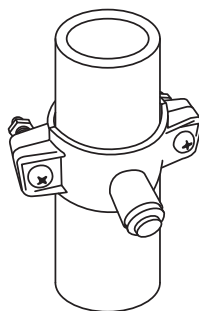

Рис. 16
- 5.6.3. Вставьте пластиковую трубку в соединительный фитинг – с небольшим усилием. Проверьте соединения, немного потянув за трубку. Для закрепления соединения вставьте стопорную клипсу в кольцо (Рис. 16).